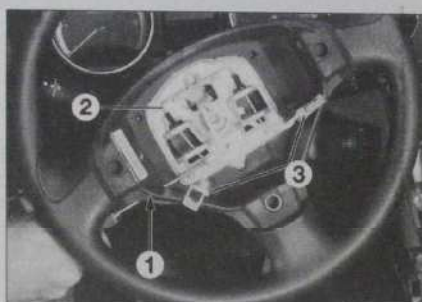

Fig. 1
- Engager un outil à bout rond (diamètre 5 mm) bien horizontalement dans l'orifice (1) et comprimer le ressort de maintien (2) (Fig.1).
- Débrancher les connecteurs (3).